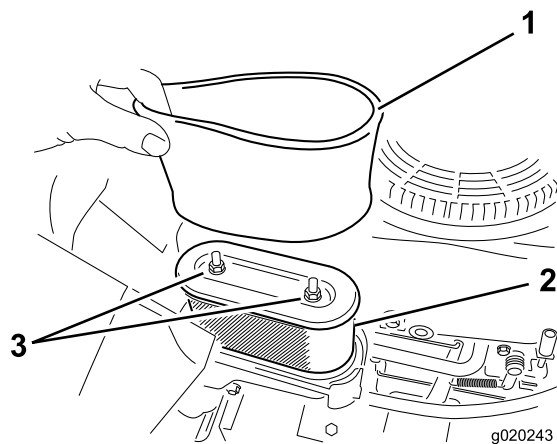

Bild 27
5. Nehmen Sie die Schaum- und Papierfiltereinsätze vorsichtig aus dem Luftfiltergehäuse heraus (Bild 27).